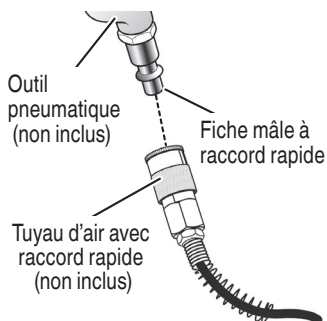

Fig. 14
- Connecter les outils alimentés par air au tuyau d'air en insérant la fiche mâle à raccord rapide sur le coupleur rapide à l'extrémité du tuyau (Fig. 14).